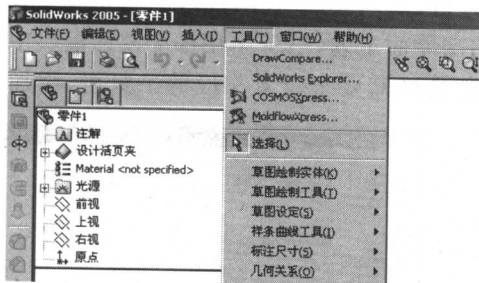

图 1-9 “工具”菜单
① 主菜单栏：SolidWorks 的主菜单栏与 Windows 的类似，如图 1-9 所示。主菜单中的菜单项包括 SolidWorks 提供的所有命令。